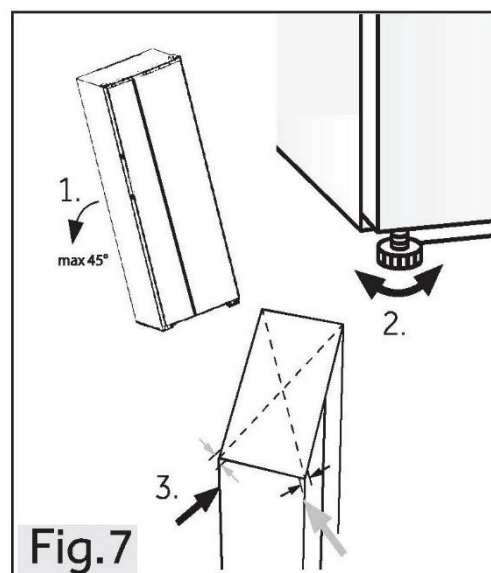

Fig. 7
1. Przechyl urządzenie lekko do tyłu (rys. 7).